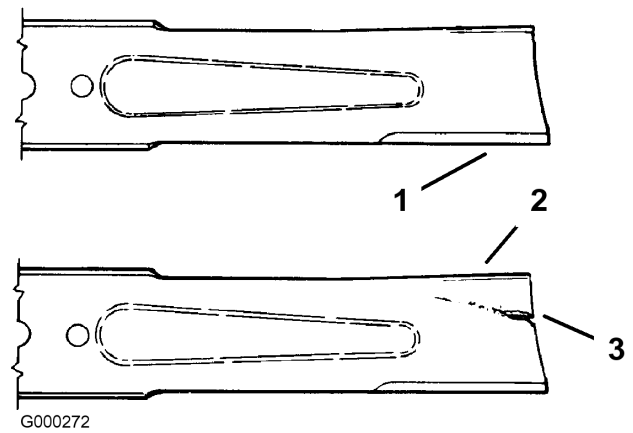

Figura 37
1. Inspeccione los filos de corte (Figura 37). Si los bordes no están afilados o tienen muescas, retire las cuchillas y afílelas. Consulte Afilado de las cuchillas.
2. Inspeccione las cuchillas, especialmente la parte curva (Figura 37). Si observa daños, desgaste o la formación de una ranura en esta zona (elemento 3 en la Figura 37), instale de inmediato una cuchilla nueva.